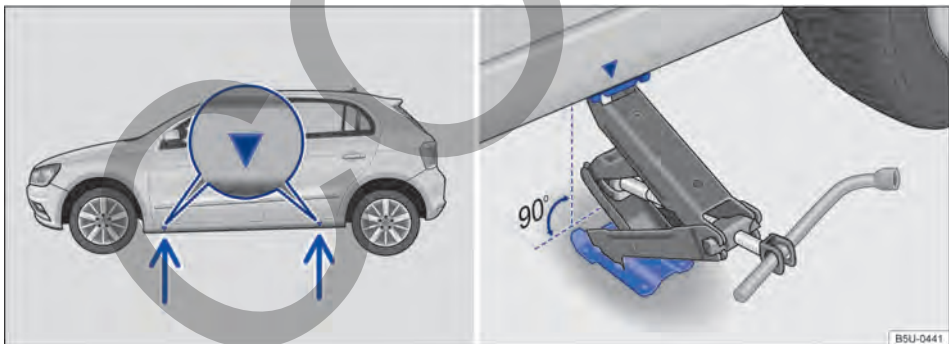

Fig. 185 Puntos de apoyo del gato y gato posicionado atrás en el lado izquierdo trasero del vehículo.
El gato únicamente puede ser posicionado en los puntos de apoyo indicados (marca en la carrocería) → fig. 185. Es válido el punto de apoyo ubicado próximo a la rueda correspondiente → ⚠.
7. Buscar debajo del vehículo el punto de apoyo del gato → fig. 185 más próximo a la rueda que se debe cambiar.
9. Garantizar que la base del gato, con toda su superficie, esté sobre el piso y que la base se encuentre perpendicularmente por debajo del punto de colocación → fig. 185.
10. Alinear el gato y, simultáneamente, levantar la garra del gato hasta que se encaje en el travesaño debajo del vehículo → fig. 185.
- Posicionar el gato únicamente en los puntos indicados. La garra del gato debe encajarse en el perfil del larguero de forma segura → fig. 185.